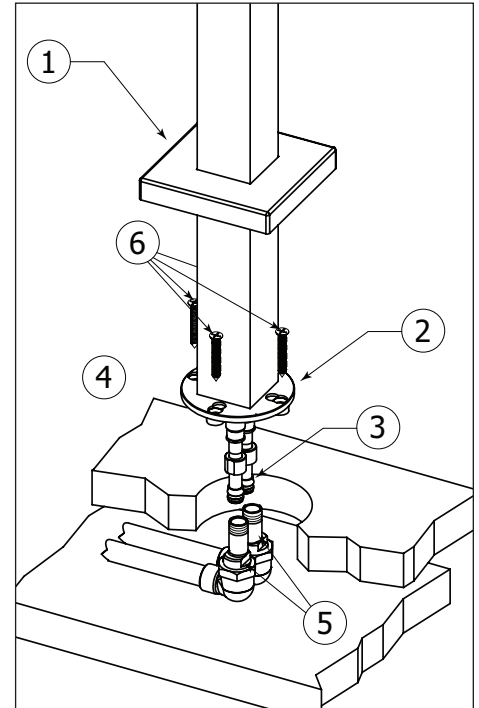

Fig.3
Completely insert the hot and cold hose-ends (3) into the appropriate adaptors (5) and lock in place using the nut with "endless" thread (4)... turn until it becomes loose (fig.3). Fix the faucet flange (2) with 4 screws (6). Make sure the spout is properly lined-up. Lower the decorative flange to the floor (1).
Enfoncer complètement les embouts des alimentations flexibles (3) dans les adaptateurs appropriés (5) et sécuriser en place à l'aide des écrous filetés «sans fin» (4)... Visser jusqu'à ce que le mouvement soit libre (fig.3). Fixer la base (2) au plancher à l'aide de 4 vis (6). Assurez-vous que le bec soit correctement aligné vers la baignoire. Abaisser la bride décorative au sol (1).